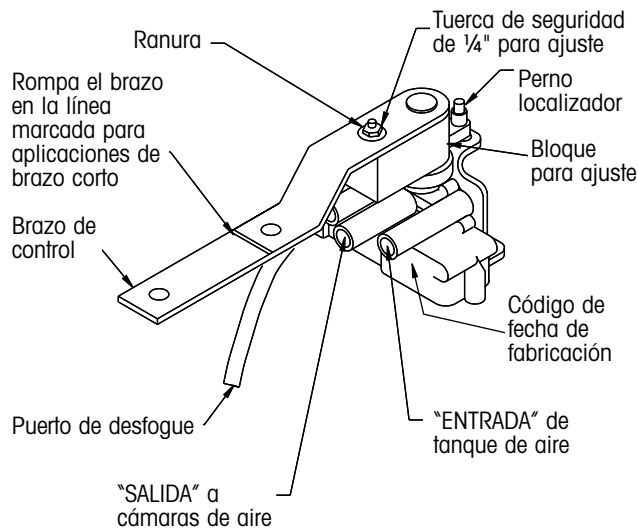

Figura 1. Terminología de la válvula de control de altura
**NOTA:** Este procedimiento de instalación deberá usarse solamente para las válvulas de control de altura que se parezcan a la mostrada en la figura 1 y tengan los siguientes números de parte de Hendrickson: A-1329, A-12391, A-14590 y A-10451.
1. Las suspensiones Hendrickson son embarcadas con el soporte de montaje de la válvula de control de altura preensamblado a la percha del lado izquierdo (figuras 4 y 5). Utilice este soporte de montaje para determinar la longitud del brazo de control apropiada. Por ejemplo, si se requiere un brazo de control corto, rompa o corte el brazo de control en la línea marcada (figura 1).
- Inserte el perno localizador de plástico (figura 1). Este perno bloquea el brazo de control en la posición neutral, simplificando la instalación y previniendo un ajuste inadvertido de la altura de manejo.